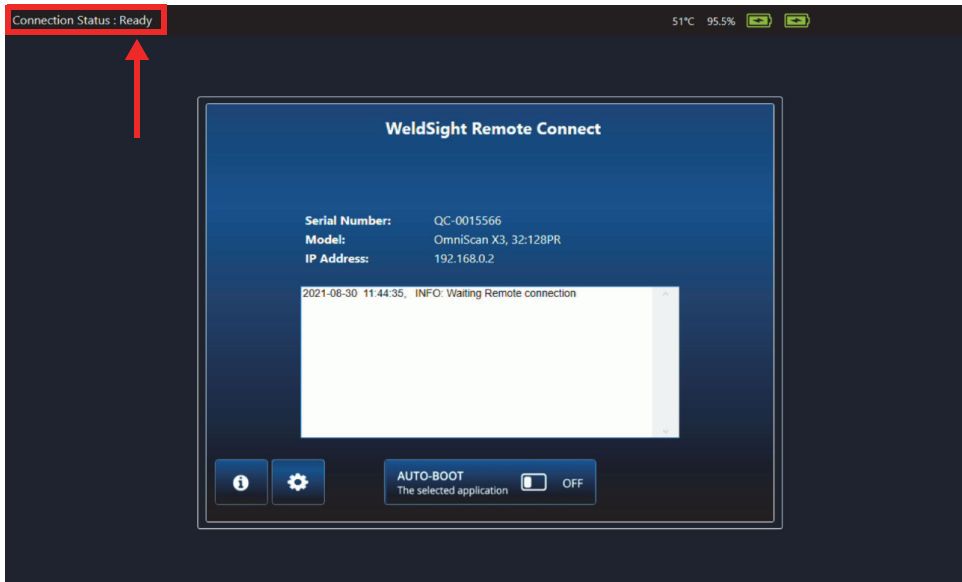

Figure 7-5 État de la connexion — Prêt
5. L'état dans WeldSight Remote Connect doit passer de **Not Ready** (Pas prêt) à **Ready** (Prêt) lorsque l'OmniScan X3 détecte une connexion valide avec l'ordinateur (Figure 7-5 à la page 78).